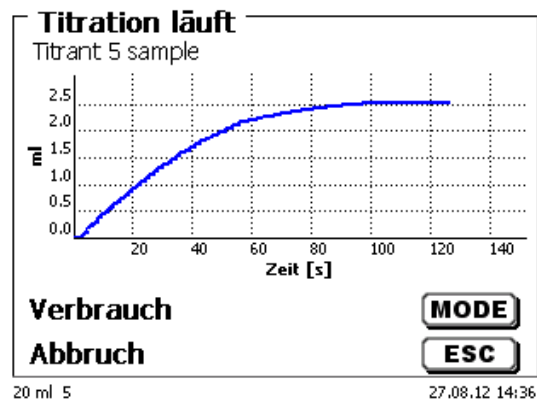

Abb. 54
- oder die Titrationskurve in ml/Zeit [s] angezeigt (Abb. 54).